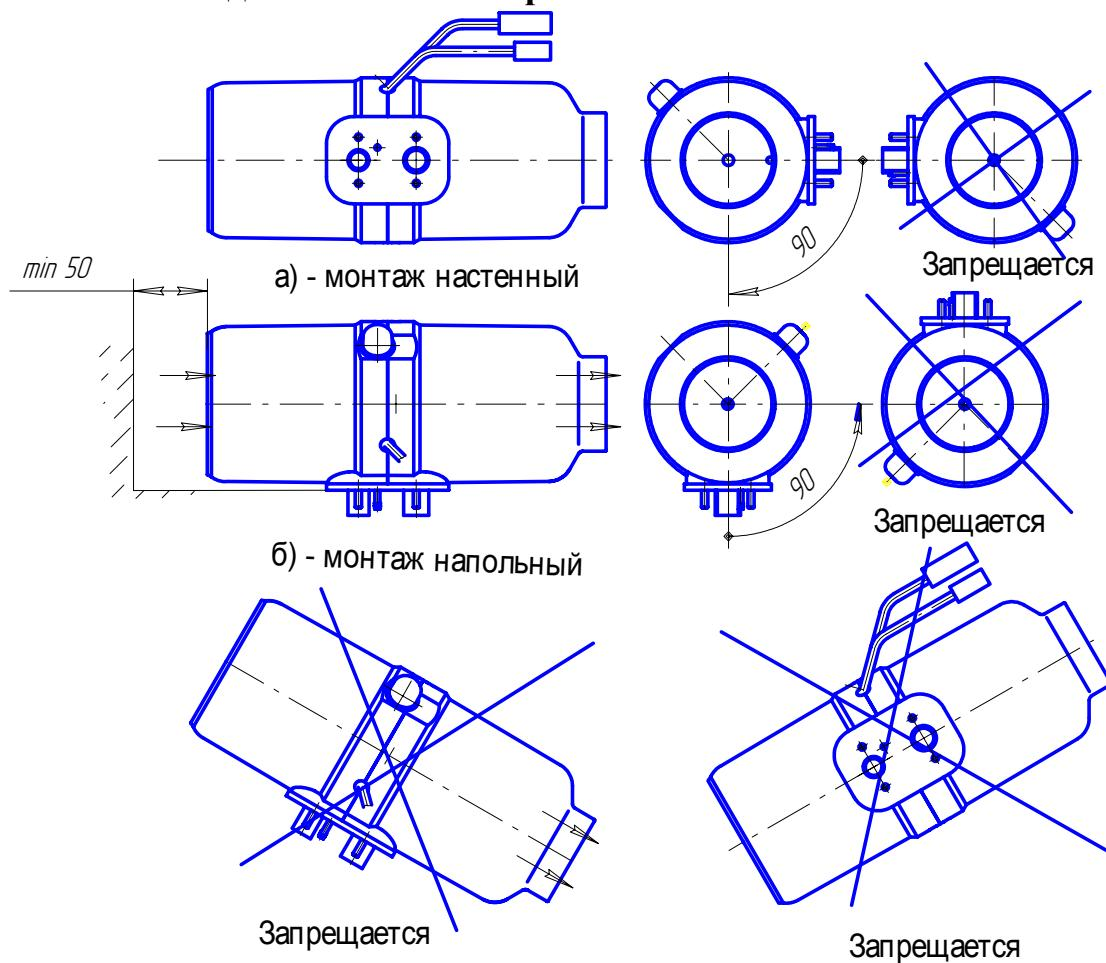
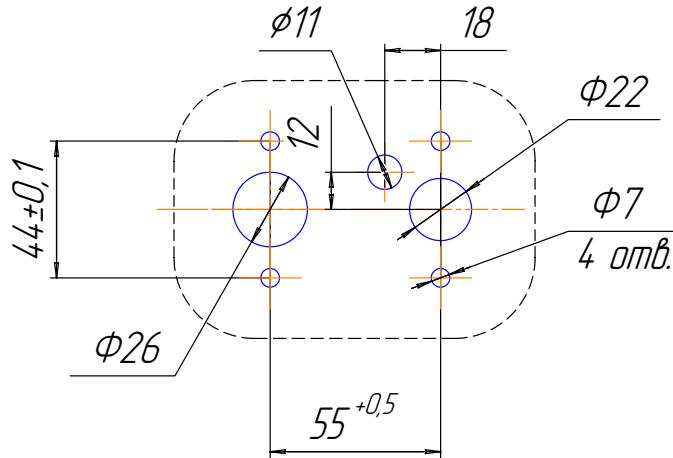

Рис. 8.1 – Варианты установки нагревателя
Рис. 8.2 – Монтажные отверстия для установки нагревателя
Монтаж нагревателя производить с учётом допустимых рабочих положений в соответствии с рис. 8.1 а) и б) внутри помещения. На рис.8.1 показаны два крайних монтажных положения нагревателя. Входное отверстие нагревателя должно располагаться таким образом, чтобы в обычных рабочих условиях не могли подсасываться выхлопные газы двигателя автомобиля и отопителя. Расстояние от стенок, перегородок до торца входного отверстия нагревателя должно быть не менее 50 мм (см. рис.8.1б). При монтаже и эксплуатации нагревателя необходимо предусмотреть защиту от попадания посторонних предметов во входное и выходное отверстия. Монтаж нагревателя проводить с учетом доступности демонтажа нагревателя, что приведет в конечном итоге к быстрому техническому обслуживанию. Для монтажа нагревателя отверстия в корпусе АТС производить согласно рис. 8.2.
**ВНИМАНИЕ !! Надежная работа отопителя зависит от правильного монтажа нагревателя. Нагреватель должен устанавливаться горизонтально, при этом свеча накаливания должна быть в верхнем положении согласно Рис. 8.1.**